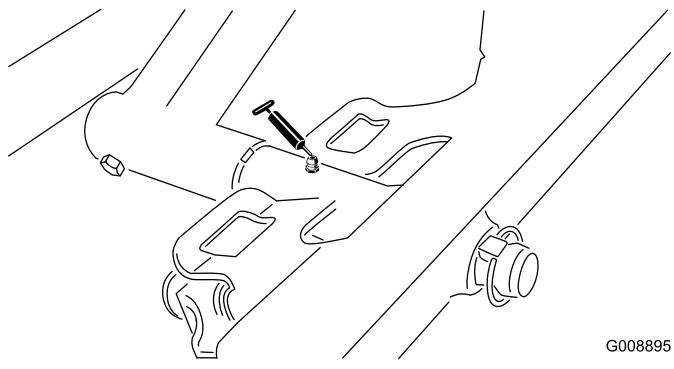

Bild 45
- Drehbüchsen am vorderen Mähwerk (Bild 45)